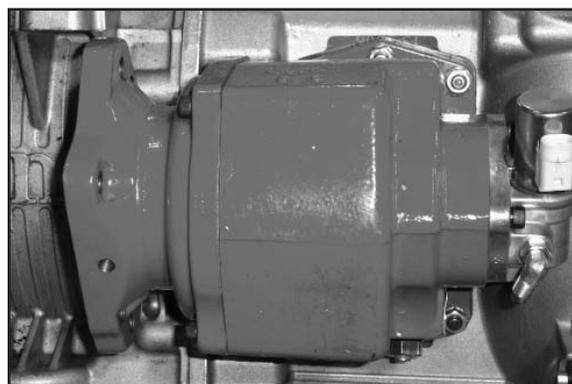

Fig. 7
7. Installare le rimanenti viti a esagono incassato. Serrarle tutte a una coppia di 54 - 68 Nm (**fig. 7**).